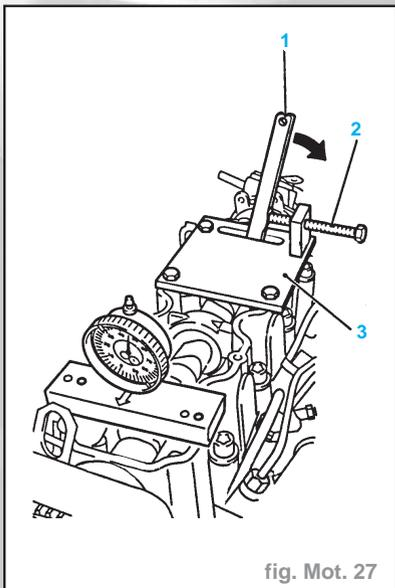

fig. Mot. 27
- Monter l'outil de retenue KM-661-2 (3) au-dessus du cylindre N°4 (fig. Mot. 27).